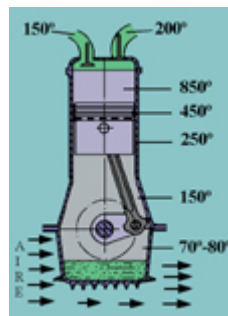

Fig. 19
- **Refrigeración del cárter (fig. 19)**